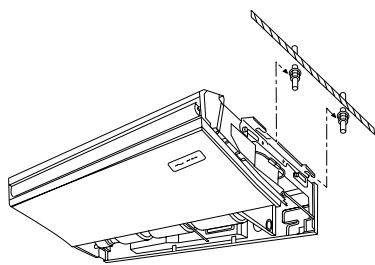

Fig. 3-6
1) Het apparaat direct ophangen (Fig. 3-6)